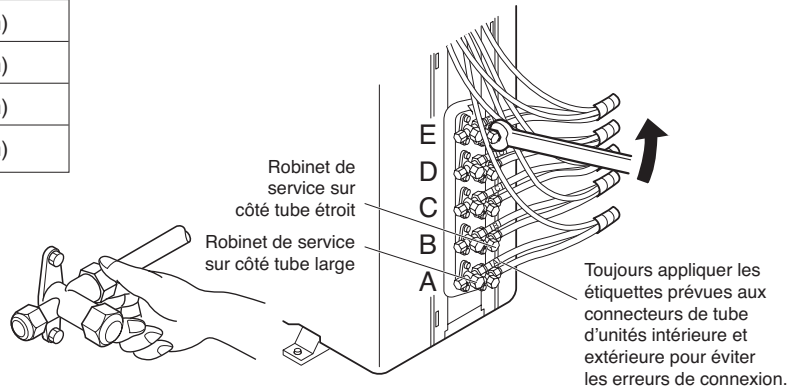

Fig. 14
- Connexion provisoire: Visser à la main de 3-5 tours. (Fig. 14)